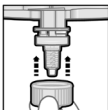
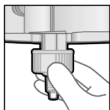

Fig. 3
Fig. 4.1
5. Se il puntale di miscelazione è posizionato correttamente (Fig. 3), spingere l'Anello di Fissaggio Dynamix sul puntale di miscelazione fino al punto di arresto e ruotarlo verso destra (1/4 di giro), finché non si blocca (Fig. 4.1, 4.2, 5)